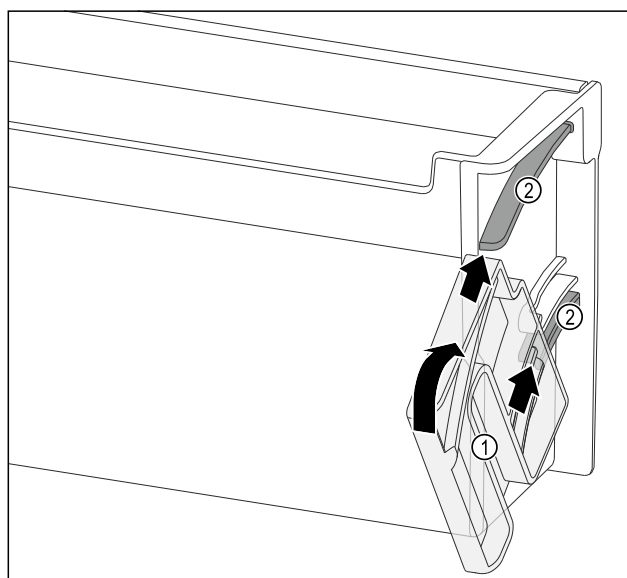

Fig. 147
- Posizionare l'unità di rotazione Fig. 147 (1) in modo che gli incavi si trovino esattamente di fronte ai canali di conduzione Fig. 147 (2) del balconcino controporta.
- Ruotare l'unità di rotazione Fig. 147 (1) nella direzione indicata.